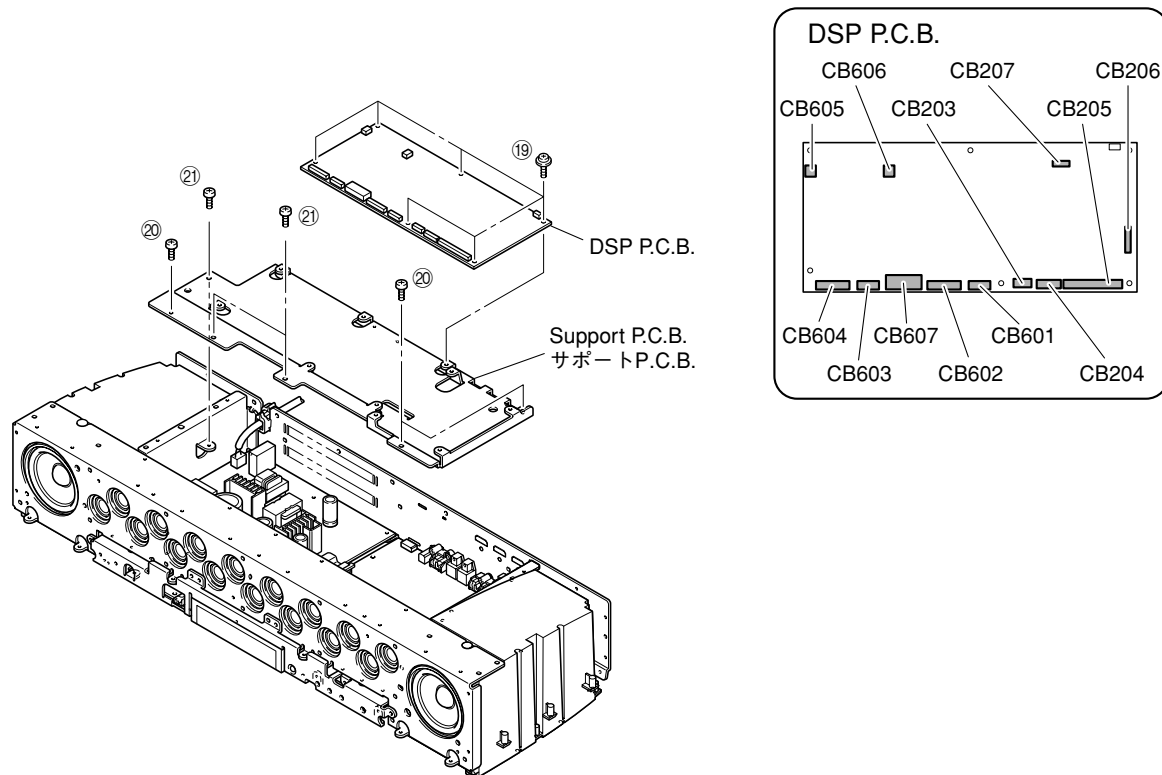

Fig. 5
- Remove 6 screws (19). (Fig. 5)
- Remove CB203-207 and CB601-607. (Fig. 5)
- Remove the DSP P.C.B.. (Fig. 5)
- 19のネジ6本を外します。(Fig. 5)
- CB203-207、CB601-607を外します。(Fig. 5)
- DSP P.C.B.を取り外します。(Fig. 5)
- Remove 3 screws (20). (Fig. 5)
- Remove 3 screws (21) and then remove the binding tie. (Fig. 5)
- Remove the support P.C.B.. (Fig. 5)
- 20のネジ3本を外します。(Fig. 5)
- 21のネジ3本を外し、束線止めを外します。(Fig. 5)
- サポートP.C.B.を取り外します。(Fig. 5)